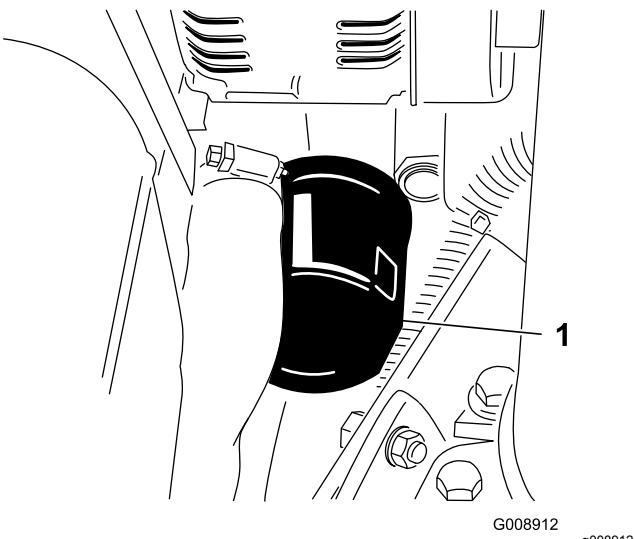

Figura 46
- Togliete il filtro dell'olio (Figura 46).